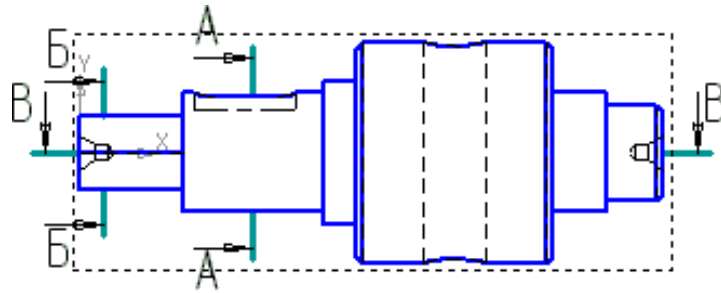

Рис. 5.
7. Поскольку в трехмерной модели произошло изменение, отредактируйте ассоциативный чертеж. Для этого откройте его и нажмите кнопку *Перестроить*, система перестроит вал, как на рис. 5.